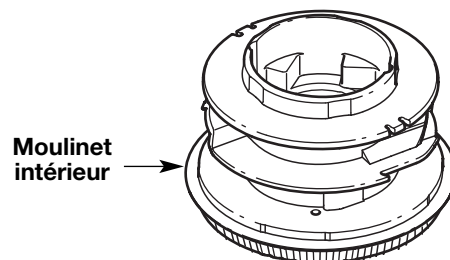

Fig. 21
4. Retirez tout le fil du moulinet intérieur avant de nettoyer. Enlevez tout débris ou trace d'herbe du bouton, du ressort, du moulinet et du joint en mousse. Lavez le moulinet intérieur avec de l'eau tiède savonneuse (Fig. 21).
REMARQUE: pour enlever le couvercle du filtre à air/silencieux, le levier bleu doit être en Position 2 (Fig. 21).